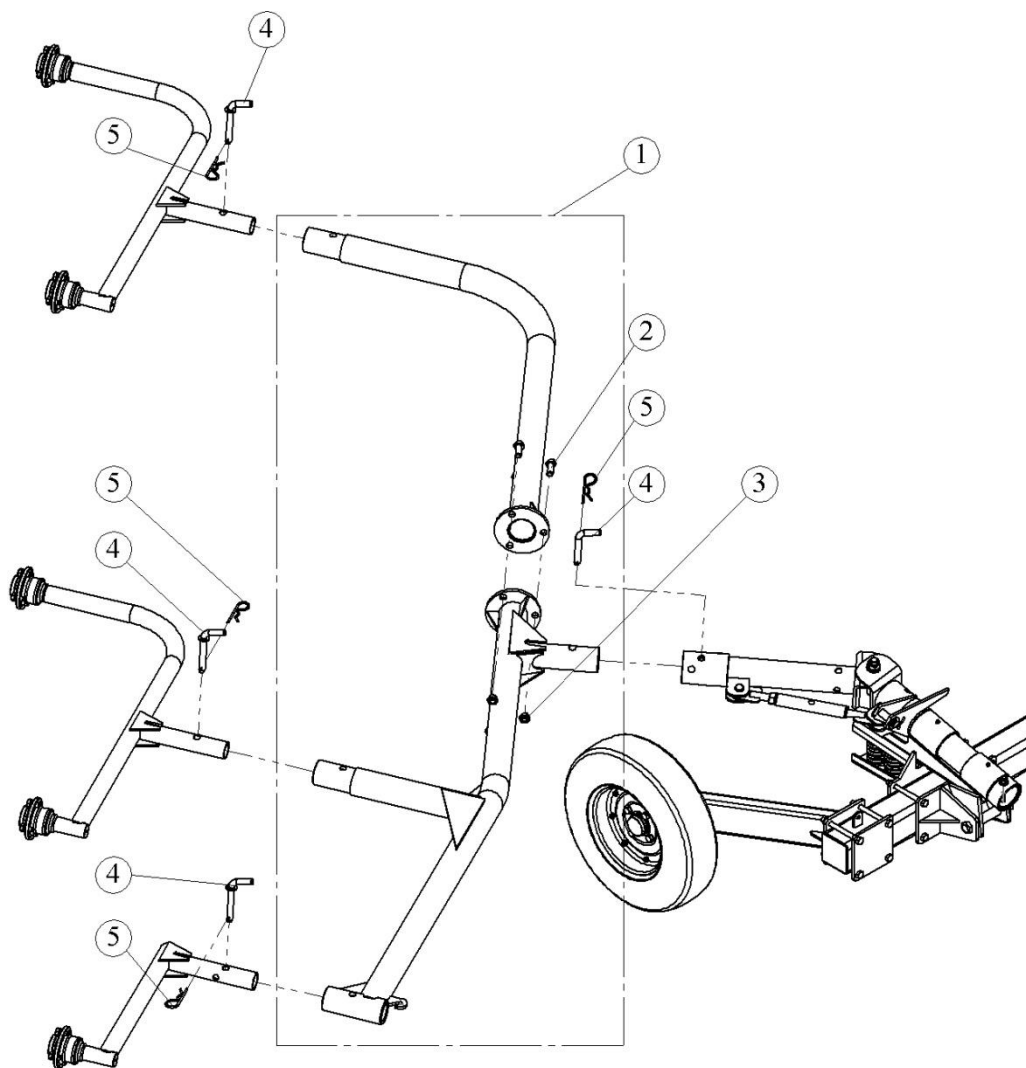
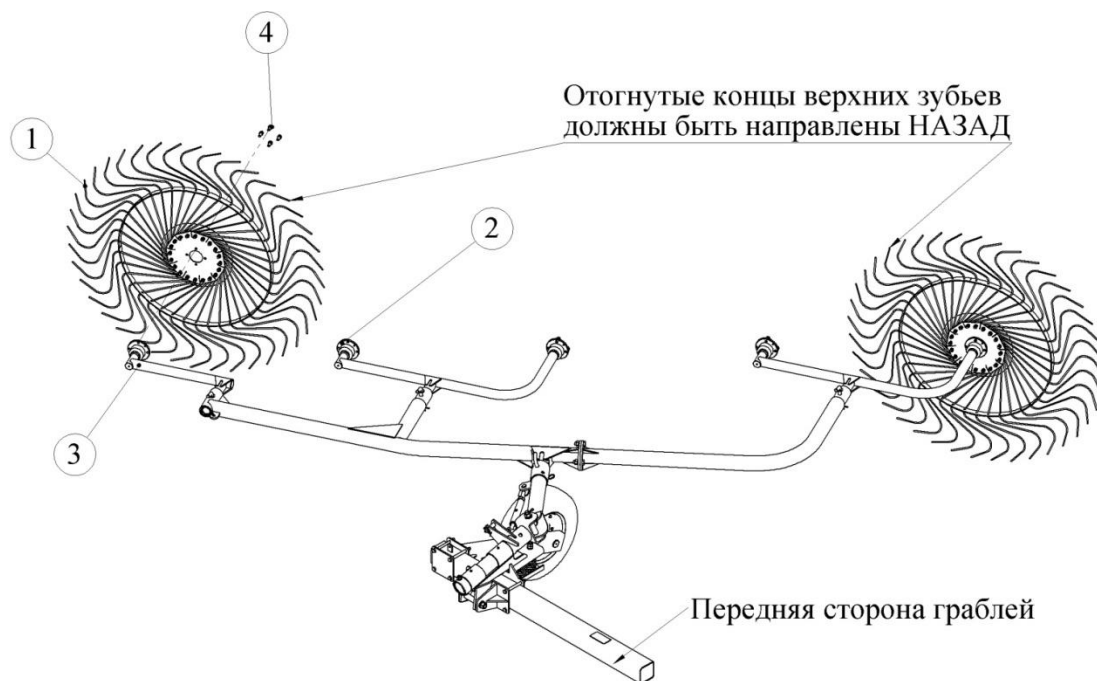
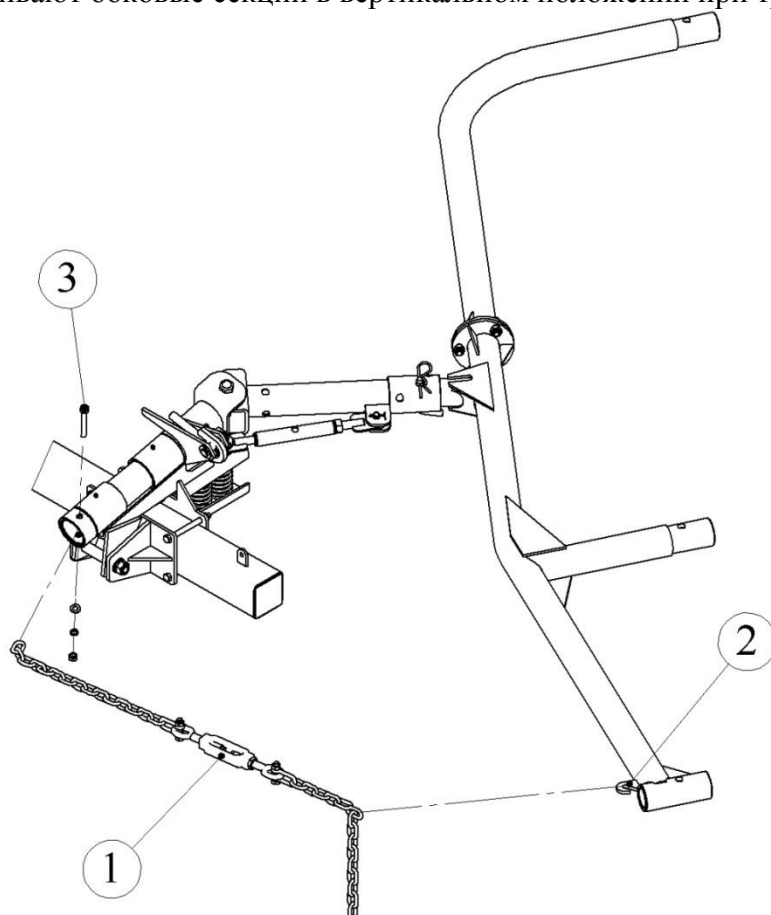
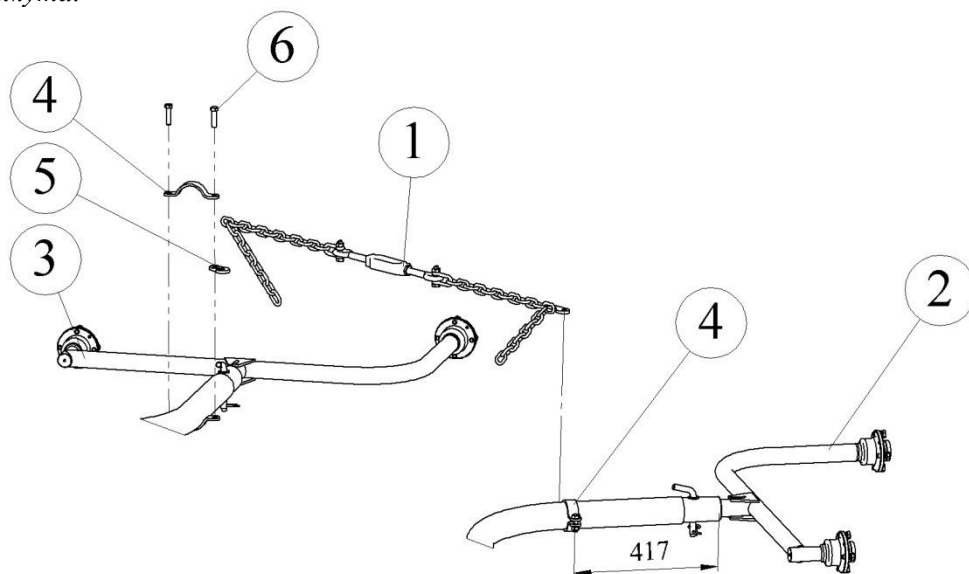

Рис. 4.6.1. Сборка поворотных балок ГКП-8
Рис. 4.6.2. Установка рабочих колес
Рис. 4.7.1. Установка стяжек
Рис. 4.7.2. Установка цепи страховочной
4.6.1. Соберите большую поворотную балку (1) при помощи трёх болтов М16х45 (2) с шайбами пружинными и гайками (3) (см. рис. 4.6.1).
4.6.3. Установите малые поворотные балки (6) и переднюю балку (7) в большую поворотную балку (1). Зафиксируйте пальцами (4) Ø16 мм. На пальцы установите чеки (5) (рис. 4.6.1).
4.6.4. Установите пальцевые рабочие колеса (1) на ступицы малых поворотных балок (2) и передней балки (3) с помощью четырех болтов М12х25-1,25 (4), подложив шайбы пружинные (рис. 4.6.2).
4.7.1. Установите стяжки (1) с одной стороны зацепив за крючки больших поворотных балок (2), а с другой стороны зафиксировав установленным ранее (см. п.4.2.4) болтом (3) M12x110 (рис.4.7.1). Окончательно затяните болт M12x110.
4.7.2. Установите цепь страховочную (1), соединив задние малые поворотные балки (2) и (3). Хомуты (4) с крюком (5) крепятся на балках (2) и (3) с помощью болтов (6) M12x40, гаек M12 и шайб пружинных (рис.4.7.2).
4.7.8. Отрегулируйте (натяните) стяжки (поз. 1, рис. 4.7.1) и страховочную цепь (поз. 1, рис. 4.7.2), чтобы исключить люфты и качание боковых секций.
- зафиксировать боковые секции спереди стяжками (поз. 1, рис. 4.7.1) и сзади цепью страховочной (поз.1, рис. 4.7.2).
Расфиксируйте малые поворотные балки (2), убрав стопорные пальцы (4) Ø16 мм (рис. 4.6.1), стяжки (1) (рис. 4.7.1) и цепь страховочную (1) (рис. 4.7.2), разверните балки с рабочими колесами на 180°. Зафиксируйте пальцем обратно. На палец установите чеку (5) (рис. 4.6.2).
7.1.4. Талрепы регулировки (поз. 7, рис. 4.2.2), талрепы подъема (поз. 17, рис. 4.3.2), регулировочные винты стяжек (поз. 1, рис. 4.7.1) и цепи страховочной (поз. 1, рис. 4.7.2) смазывать 1 раз в сезон.